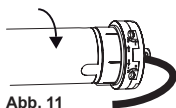

Abb. 11
B. ein Rechtseinbau. Ich sehe in den Kasten und der Endschalter des Motors befindet auf der rechten Seite (Siehe Abb. 11)